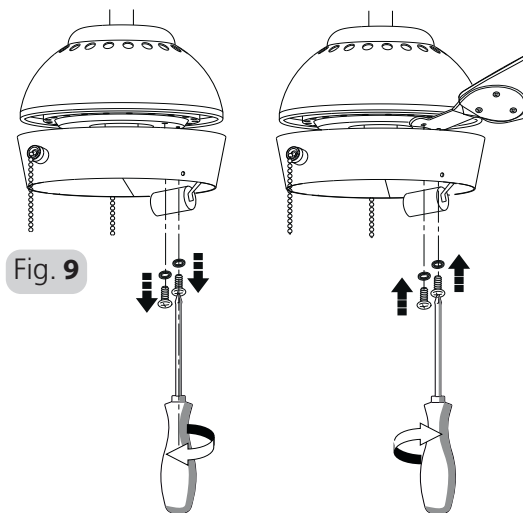

Fig. 9
6. Montieren Sie die Ventilatorschaufelsätze am Motor, indem Sie die Schrauben und Federscheiben anziehen. Siehe Abb. 9.
6. Install the fan blade sets onto the motor by tightening the screws and spring washers. Refer Fig. 9.
6. Installez les ensembles de pales sur le moteur en serrant les vis et les rondelles élastiques. Voir Figure 9.
6. Installare i gruppi delle pale ventilatore sul motore stringendo le viti e le rondelle elastiche. Vedere fig. 9.
6. Monteer de ventilatorbladensets op de motor door de schroeven en veerringen vast te draaien. Zie Fig. 9.
6. Instale os conjuntos das pás da ventoinha no motor ao apertar os parafusos e as anilhas de mola. Consulte a Fig. 9.
6. Установите узлы лопастей вентилятора на двигатель, затянув винты и пружинные шайбы. См. рис. 9.
- Zamontować zestawy łopatek wentylatora na silniku, dokręcając śruby wraz z podkładkami sprężystymi. Patrz rys. 9.